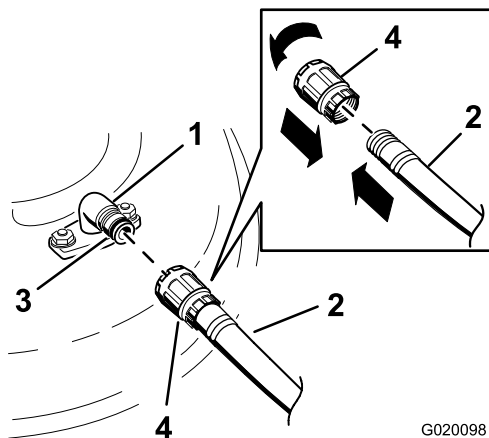

Figura 73
3. Montate il manicotto del tubo flessibile sul raccordo di lavaggio del tosaerba, quindi aprite il rubinetto per erogare un getto forte (Figura 73).